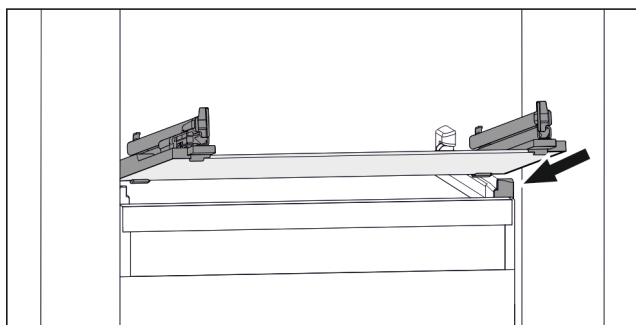

Fig. 141 Simbolična slika steklene plošče
- ▶ Stekleno ploščo postavite v poševnem položaju za zaustavljalniki. (glejte Fig. 141)